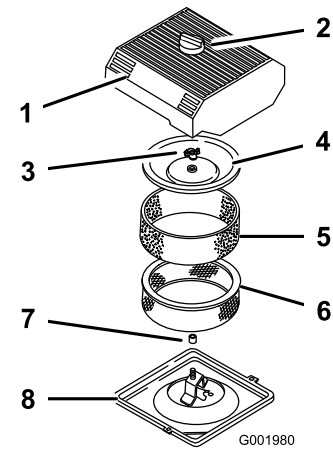

Figura 37
3. Limpie alrededor del limpiador de aire de forma que la suciedad no penetre en el motor y cause daños (Figura 37).
4. Afloje el pomo de la tapa del limpiador de aire y retire la tapa (Figura 37).
5. Deslice cuidadosamente el filtro de gomaespuma para separarlo del filtro de papel (Figura 37).
6. Desenrosque la tuerca de la tapa y retire la tapa y el filtro de papel (Figura 37).
1. Deslice cuidadosamente el filtro de gomaespuma sobre el filtro de papel (Figura 37).
3. Coloque la tuerca de la tapa con la presión de los dedos solamente contra la tapa (Figura 37).
4. Instale la tapa del limpiador de aire y el pomo (Figura 37).